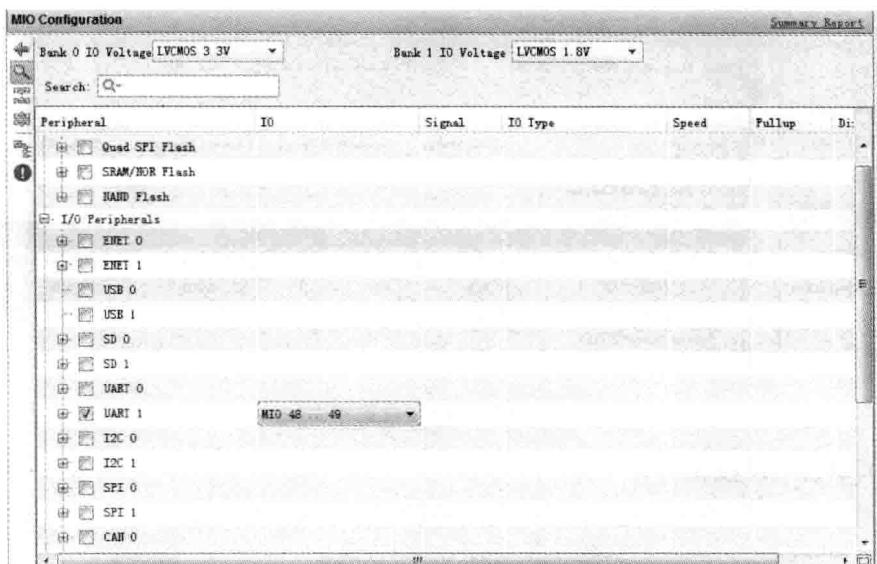

图 4.13 Zynq7000 MIO 选择界面
(11) 如图 4.13 所示, 出现 MIO Configuration 对话框界面。在该界面中, 除了选择 UART1 外, 不选择其他的外设。